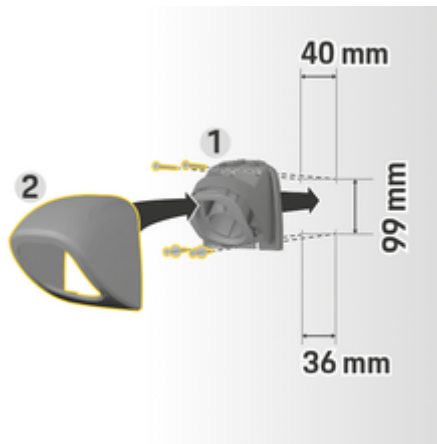

рис. 128: Розміри отворів
1. Вийміть тримач вилки **1** (рис. 128) із кришки **2** (рис. 128).
4. Прикрутіть тримач вилки **1** (рис. 128) до стіни.
5. Надіньте кришку **2** (рис. 128) знизу на тримач вилки **1** (рис. 128) і притисніть догори.